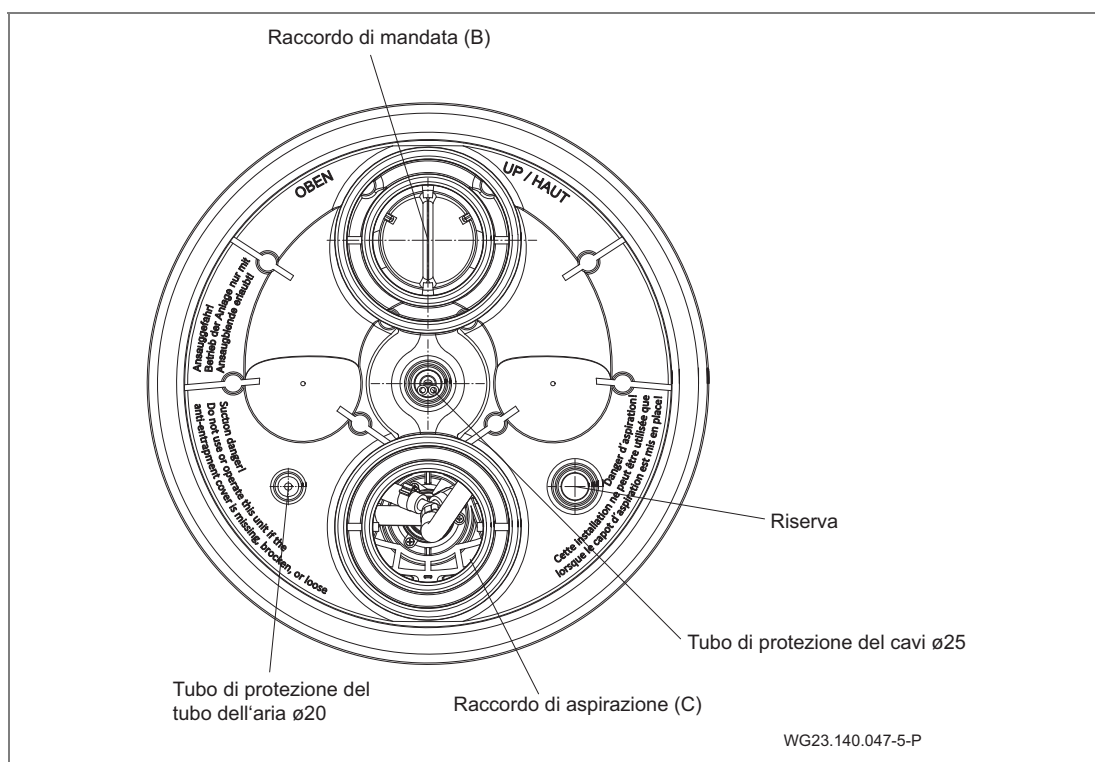

Fig. 15
1. Incollare il tubo flessibile di protezione dei cavi ed il tubo flessibile di protezione esterna del tubo dell'aria. (Fig. 15)